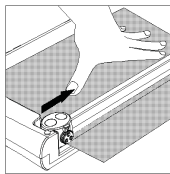

Figura 2
5. Para efectuar el corte, empuje el cabezal cortador hacia abajo y tire del mismo a lo largo del riel de guía hasta el otro lado. Ver la figura 2.